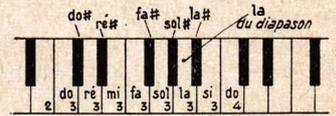

Fig. 13. — Repérage des notes sur le clavier du piano.
4. Réglage des notes : Brancher un casque 4 000 Ω sur la bobine du sélecteur. En pinçant une lame un courant s'induit dans le bobinage et on entend dans l'écouteur la note correspondante. Couper petit à petit une des lames extrêmes jusqu'à obtenir un S_1 , en utilisant un piano (ou un autre instrument bien accordé) comme référence (fig. 13). Cette lame sera la plus courte. Couper les autres lames pour obtenir :